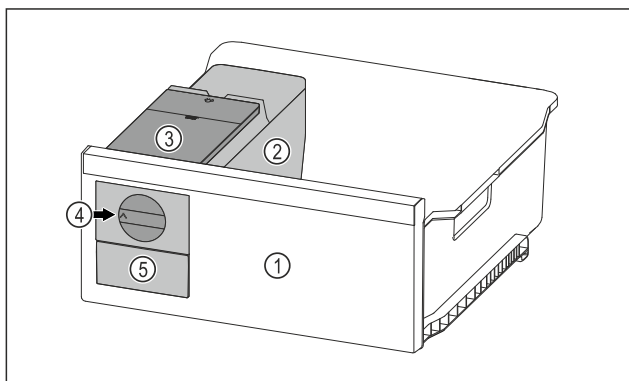

Fig. 108 Примерное изображение
- ▶ Поверните поворотную кнопку Fig. 108 (4) по часовой стрелке до упора.
- ▷ Кубики льда упадут из ванночки для кубиков льда в выдвижной ящик для кубиков льда Fig. 108 (5).